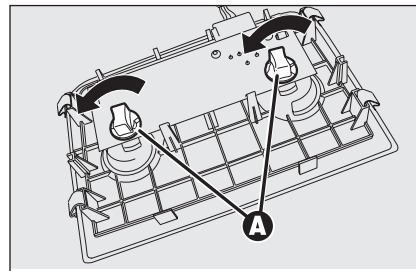

fig. 43
- ruotare in senso antiorario i due portalampe **A-fig. 43**, estrarre le lampade e sostituirle.